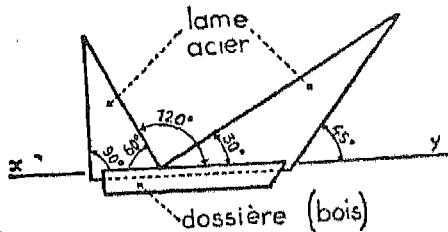

Fig. 14. — Equerre d'onglet. Outre l'angle de 45°, celle-ci permet de tracer les droites qui font avec la direction  $x y$ , les angles de 90°, 120° et 30°.
d) *Equerre à 45° ou équerre d'onglet* (fig. 14). Elle est employée pour le tracé des coupes à 45°, dites